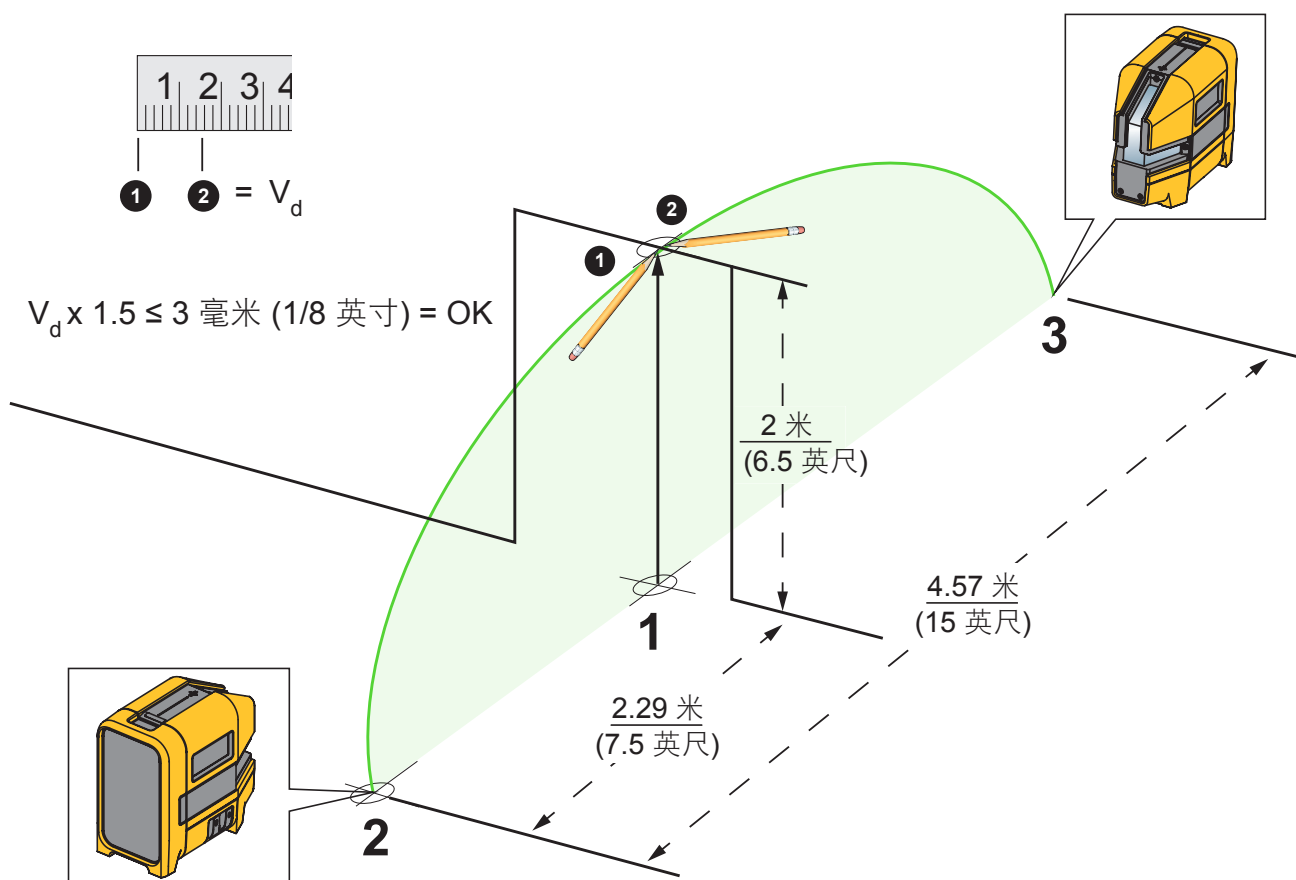

图 8. 垂直激光精度
3. 将一个十字标记 (标记 1) 置于门楣中心点的地面上。请参见图 8。
7. 将一个十字标记 ① 置于标记 1 上方的门楣上。
9. 将另一个十字标记 ② 置于标记 1 上方的门楣上。